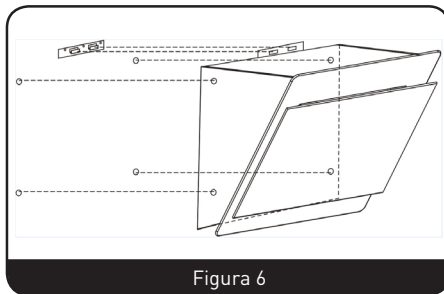

Figura 6
- Fije la carcasa en su sitio utilizando los tornillos de seguridad. Fije la campana extractora a la pared utilizando 4 espiches y 4 tornillos ST4 x 30 mm. (Figura 6)